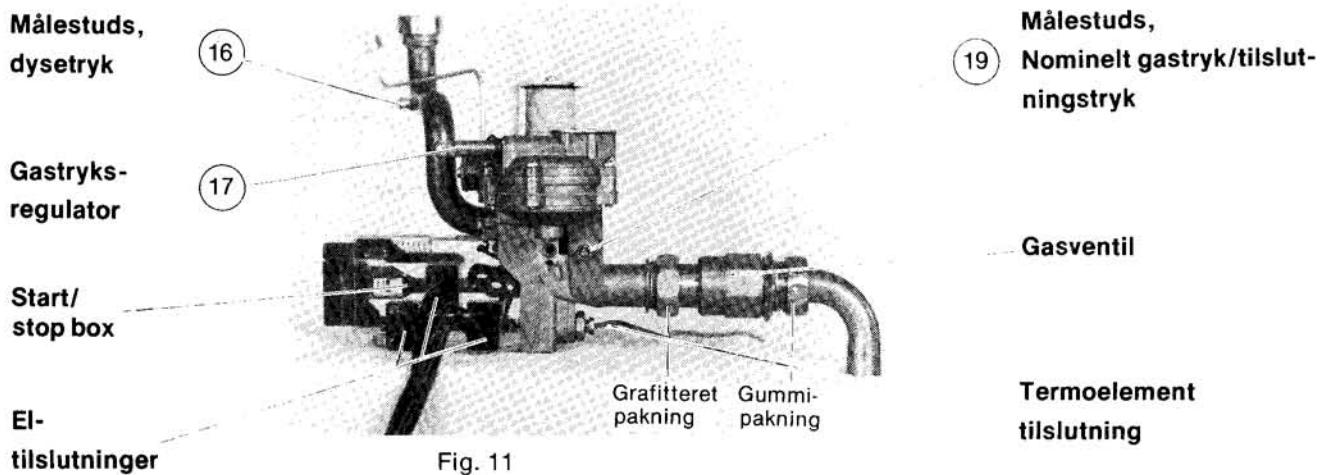

Fig. 11
16. Målestuds for dysetryk, se fig. 11
19. Målestuds for tilslutningstryk, se fig. 11